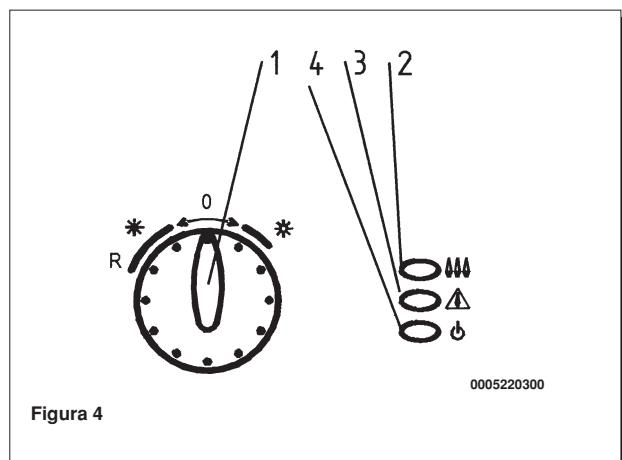

Figura 4
Neste caso, é aconselhável repetir as operações de activação, colocando momentaneamente o botão (1) em **(R)** até à chegada do gás ao queimador (vide também figura 4).